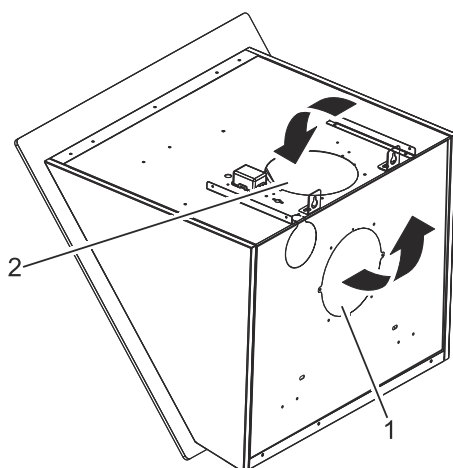

Fig. 16: Rotér motoren.
2. ➤ Tryk eller slå forsigtigt på det forskårne bagplade for at knække det ud. (Fig. 16/1).
4. ➤ Brug den knækkede plade til at lukke hullet af i toppen, med det medfølgende 2 skruer (Fig. 16/2).